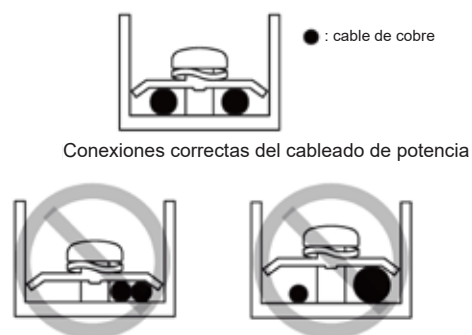

Figura 9.2
- No conectar dos cables de potencia de distinto diámetro en el mismo borne de alimentación (los cables podrían sobrecalentarse al quedar flojos) (véase la figura 9.2).